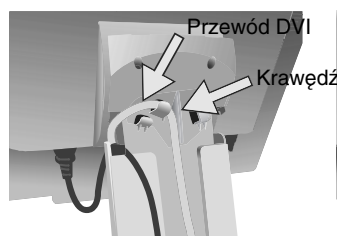

Rysunek C.1
3. Umieść dłonie na bokach monitora i pochyl ekran ciekłokrystaliczny pod kątem 30 stopni, a następnie ustaw go w najwyższej pozycji (**Rysunek C.1**).
4. Podłącz wszystkie przewody do odpowiednich złączy (**Rysunek C.1**).
UWAGA: W razie podłączania zarówno przewodów DVI jak i D-sub, przewód DVI musi zostać podłączony wzdłuż żeberka na przewodzie zasilającym (**Rysunek C.1**).